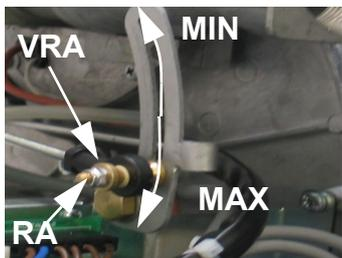

Fig. 55
- 4 Fig. 55
- 5 "Мощность при розжиге". ( Fig. 55)